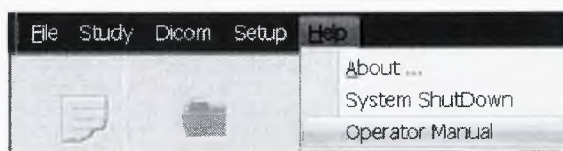

Рисунок 66
9.5.1.4.2 Откройте руководство, кликнув на **Помощь / Руководство оператора** в окне **Список исследований** (см. рисунок 66).